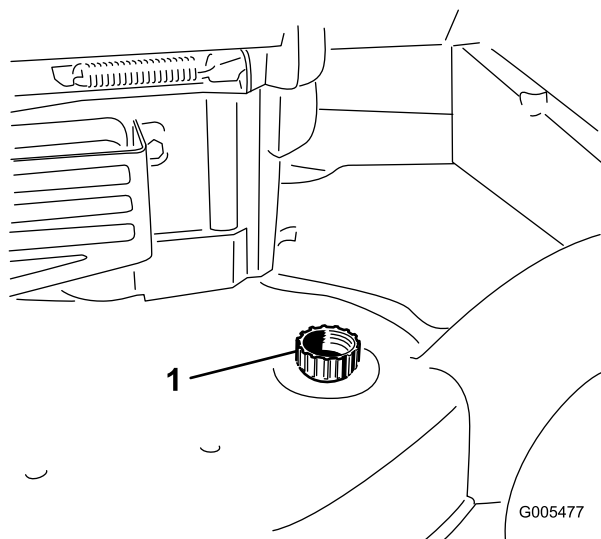

Figura 45
- Conecte una manguera de jardín que esté conectada a un grifo al orificio de lavado (Figura 45).